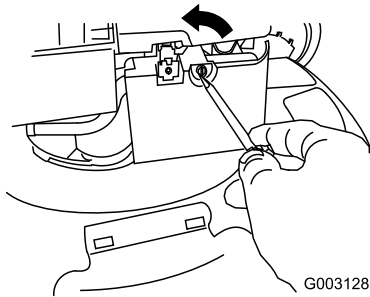

Bild 40
- Öffnen Sie die Luftfilterabdeckung mit einem Schraubenzieher (Bild 40).